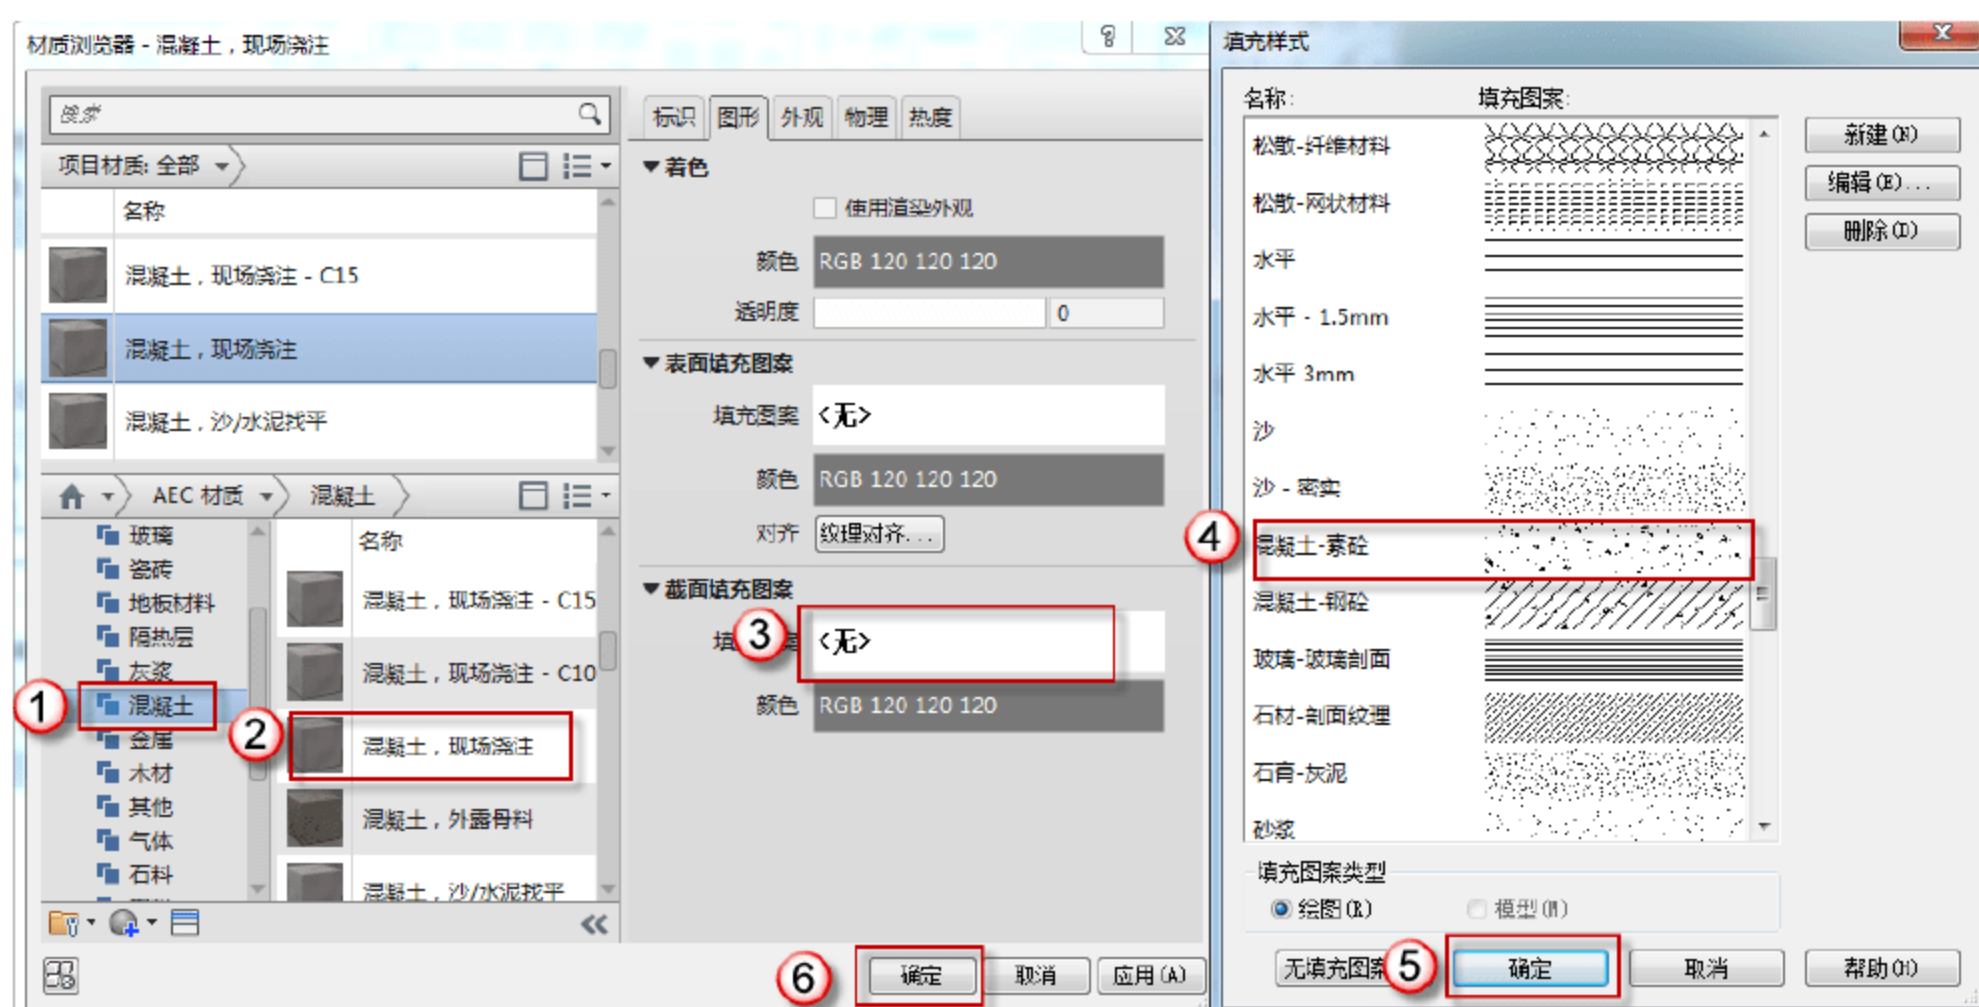

图 9.2.24 编辑“排水井”材质
(4) 编辑“排水井”材质。在“属性类型”对话框中，单击“结构”参数后的“编辑”按钮，在弹出的“编辑部件”对话框中，单击“结构[1]”对应的“材质”单元格右上角的“浏览”按钮，在弹出的“材质浏览器”对话框中，在“AEC 材质”下选择“混凝土”→“混凝土，现场浇注”，然后单击“截面填充图案”下面的空白条，在弹出的“填充样式”对话框中选择“混凝土-素砼”，单击“确定”按钮。最后，单击“材质浏览器”对话框中的“确定”按钮，如图 9.2.24 所示。